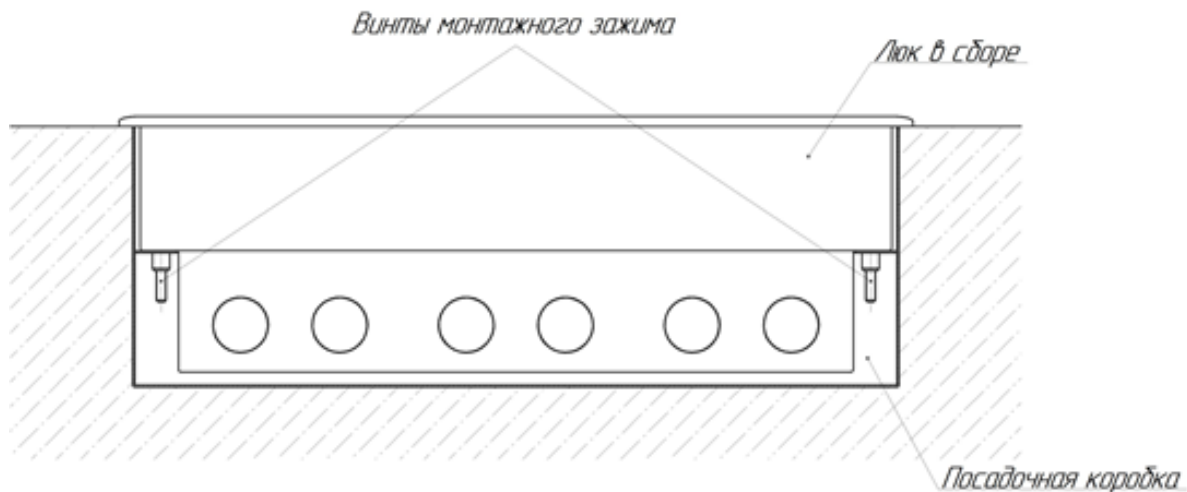

Рис. 5
6. Установить монтажное основание люка в металлическую коробку. Зафиксировать люк, вращая регулировочные винты (Рис. 5).